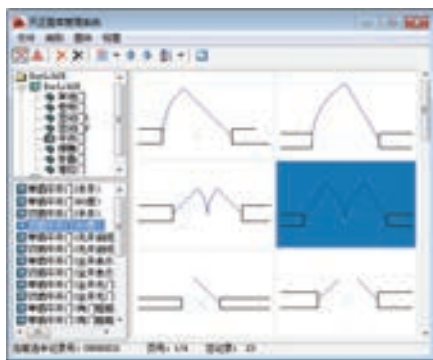

图 5-4 “天正图库管理系统”窗口
4) 在“门”对话框中单击左边的二维显示窗口, 打开“天正图库管理系统”窗口, 在其中选择平开门的二维样式, 结果如图 5-4 所示。